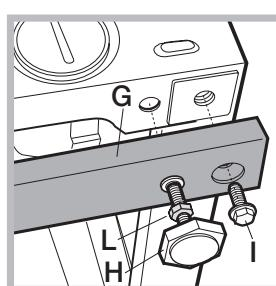

Abb. 11
2 Querstrebene (G); 4 Stellfüße (H); 4 Schrauben (I); 4 Schraubenmuttern (L), Verfahren Sie hierzu wie folgt (Abb. 11):